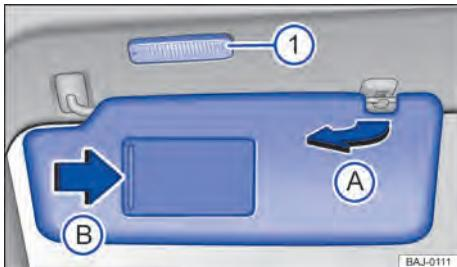

Fig. 93 No revestimento do teto dianteiro: para-sol.
- Retirar do suporte e virar na direção das portas → Fig. 93 A).
No para-sol rebatido para baixo encontra-se um espelho de cortesia atrás de uma cobertura. Ao abrir a cobertura → Fig. 93 B), uma lanterna → Fig. 93 1) se acende.